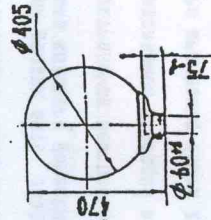

Рис. 1
- 1.1 Светильники венчающие серия НТУ06-200-004 (рис. 1) с лампами накаливания предназначены для функционально-декоративного освещения скверов, парков, бульваров.